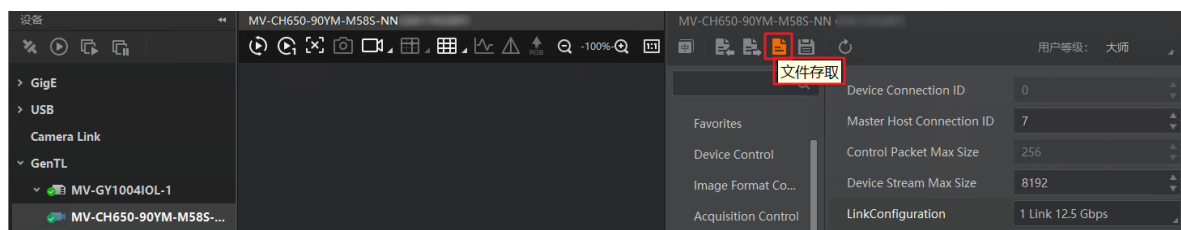

图13-2 文件存取
1. 在设备列表区，选择待存取文件的相机，并在 MVS 客户端右上方点击文件存取图标 ，如图 13-2 所示。